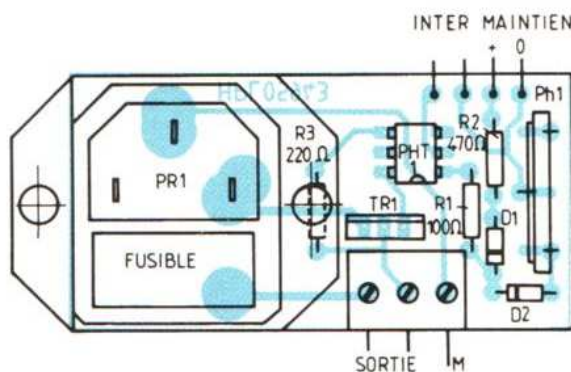

Fig. 3. — Implantation des composants.
■ Fig. 3. — Implantation des composants.